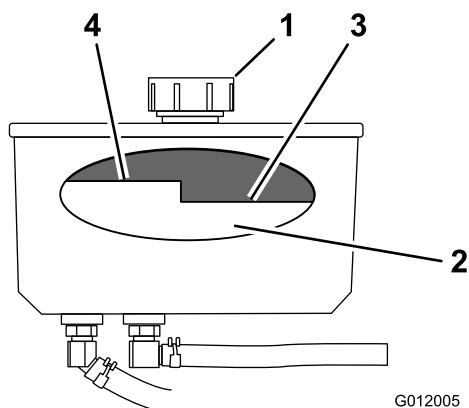

Figura 72
4. Pulite la zona attorno al tappo e al collo del bocchettone del serbatoio idraulico (Figura 72).
5. Togliete il tappo dal collo del bocchettone (Figura 72).
- Nota:** Il livello del fluido (caldo) deve essere inferiore al segno di livello 'caldo' del deflettore (Figura 72).